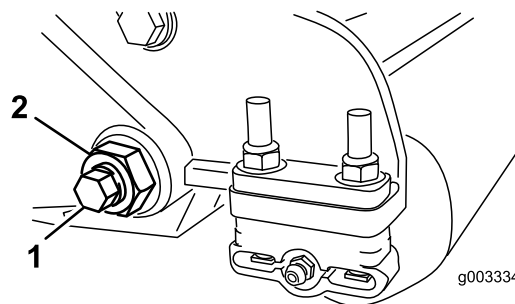
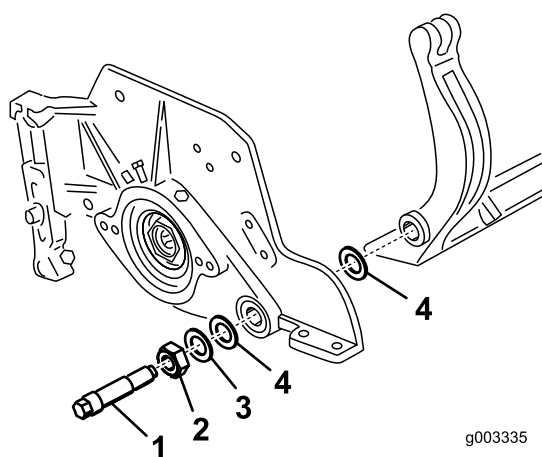
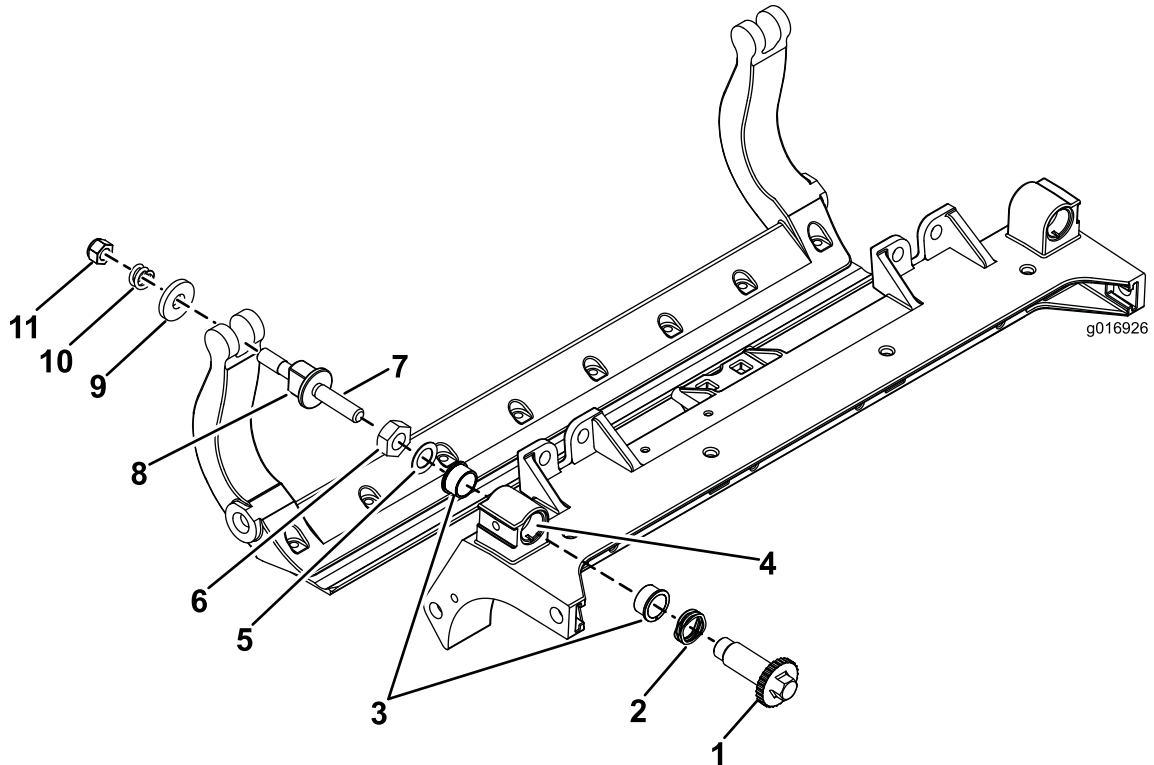

Figura 29
Figura 30
Figura 32
3. Su ciascun lato della macchina, allentate il dado di bloccaggio che fissa il bullone della barra di appoggio (Figura 29).
4. Togliete ciascun bullone della barra di appoggio consentendo alla barra di appoggio di essere tirata verso il basso e rimossa dal bullone della macchina (Figura 29). Considerate 2 rondelle in nylon e 1 rondella in acciaio stampato su ciascun lato della barra di appoggio (Figura 30).
2. Fissate la barra di appoggio su ciascuna piastra laterale mediante gli appositi bulloni (dadi sui bulloni) e 6 rondelle. Una rondella in nylon deve essere posizionata su ciascun lato della flangia di estremità della piastra laterale. Posizionate una rondella in acciaio all'esterno di ciascuna rondella in nylon (Figura 30). Serrate i bulloni della barra di appoggio a 27-36 N·m.
3. Serrate i dadi di bloccaggio allo stesso modo su ambo i lati in modo che le rondelle in acciaio esterne non possano essere ruotate manualmente. Poi allentate i dadi di bloccaggio finché le rondelle in acciaio esterne possono essere ruotate manualmente ma non sia più presente il gioco finale della barra di appoggio (Figura 30).
1. Rimuovete tutti i componenti (fate riferimento alle *Istruzioni per l'installazione* del kit DPA HD Modello N. 120-7230 e a Figura 32).
2. Applicate del lubrificante Never Seize all'interno dell'elemento in cui vanno montate le boccole, sul telaio centrale dell'apparato di taglio (Figura 32).
3. Allineate le chiavette sulle boccole flangiate alle scanalature sul telaio e montate le boccole (Figura 32).
4. Montate una rondella ondulata sull'albero del dispositivo di regolazione e inserite l'albero all'interno delle boccole flangiate sul telaio dell'apparato di taglio (Figura 32).
5. Fissate l'albero del dispositivo di regolazione con una rondella piana e un dado di bloccaggio (Figura 32). Serrate il dado di bloccaggio a una coppia di 20-27 N m.
rondelle. Una rondella in nylon deve essere posizionata su ciascun lato della flangia di estremità della piastra laterale. Posizionate una rondella in acciaio all'esterno di ciascuna rondella in nylon (Figura 32). Serrate i bulloni della barra di appoggio a 27-36 N m. Serrate i dadi di bloccaggio finché la rondella in acciaio esterna non cesserà di ruotare e il gioco di estremità verrà eliminato, ma non serrate eccessivamente o non deviate le piastre laterali. Le rondelle all'interno possono avere un gioco (Figura 30).